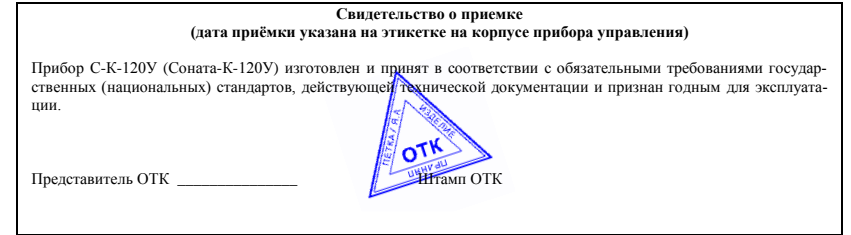

Рисунок 1. Схема внешних соединений прибора С-К-120У (СОНАТА-К-120У)
9.3. Прибор устанавливается на объекте в таком месте, где он защищен от воздействия атмосферных осадков, механических повреждений и доступа посторонних лиц. Электрические соединения прибора при установке производятся в соответствии со схемой подключения (рис. 1).